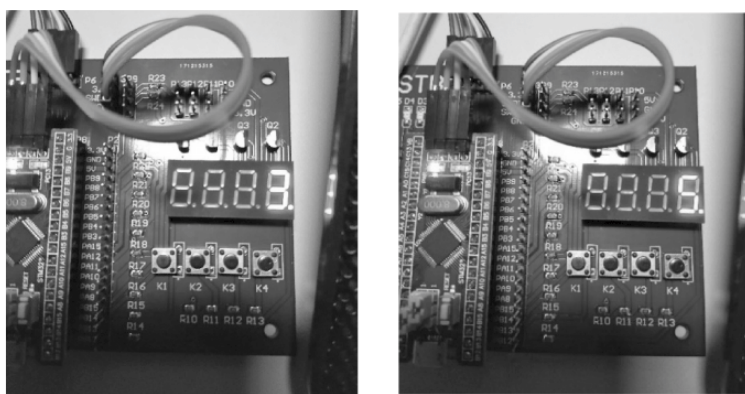

图 6.22 数码管实验现象 1
(1) 4 位数码管上的第一位(右起)显示递增数字: 0.~9.,如图 6.22 所示。